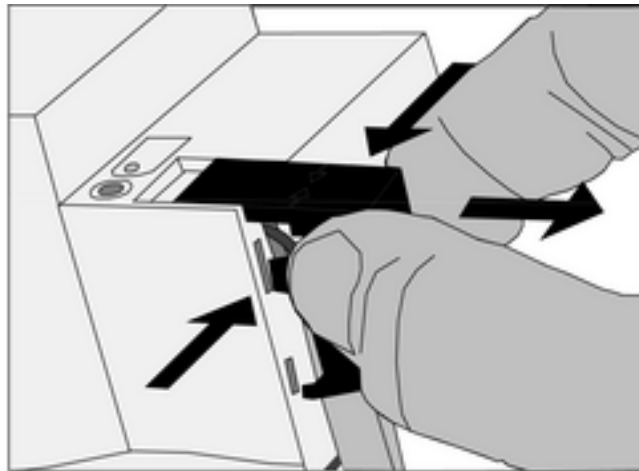

Bild 7: Ta av locket
- Tryck på skyddslockets sida och dra av det (bild 7).